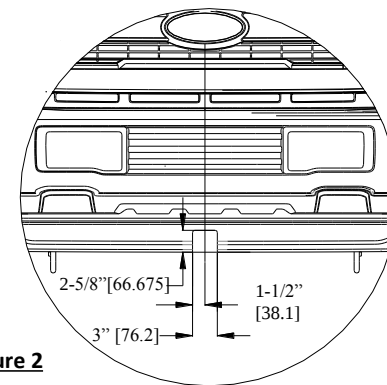

Figure 2
1. Découper ou enlever la jupe inférieure. Voir la Figure 2. En cas de découpe, il est recommandé de percer des trous de 3/8 po aux coins pour maintenir le rayon et ainsi l'apparence. Voir la Figure 2.